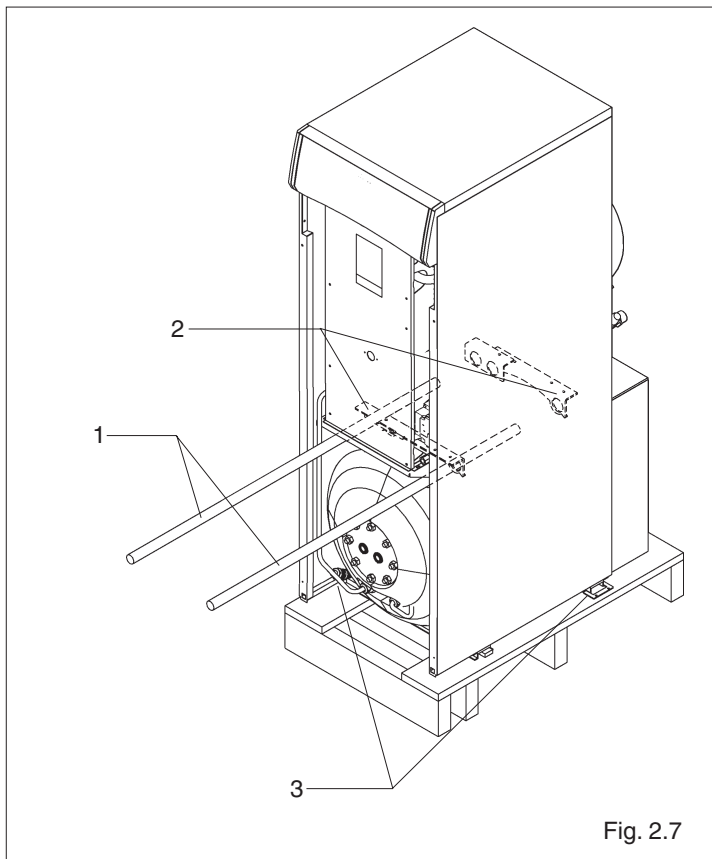

Fig. 2.7
- rimuovere le viti che fissano la caldaia al pallet in legno tramite due staffe (3) (fig. 2.7)
- sollevare la caldaia utilizzando due tubi da 3/4" (1) inseriti nelle apposite aperture (2) (fig. 2.7).